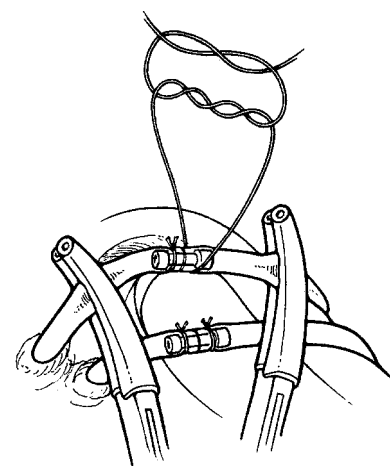

Figura 4-22. Connettore per sutura
6. Usare un nodo chirurgico a doppio intreccio, seguito da un minimo di due nodi semplici per collegare i tubi al connettore (**Figura 4-22**).